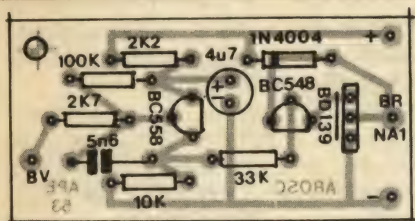

Fig. 3
- FIG. 3 - "CHAPEADO" DA PLACA - Virando-se a placa, vemos agora sua face não cobreada, com os componentes da parte puramente eletrônica todos posicionados e identificados, na norma adotada por APE para a estilização... Atenção (como sempre...) aos componentes polarizados: o BD139 fica com sua face metalizada voltada